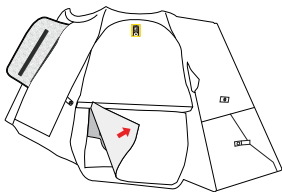

図11
1. ジッパーと面ファスナーを開き、ベストの内側の開口部にアクセスする（図11）。